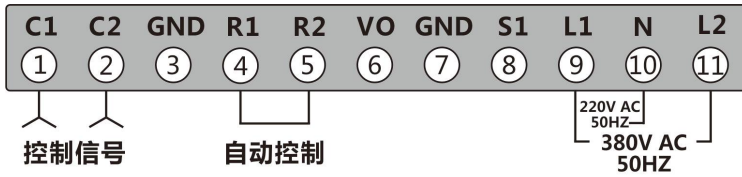
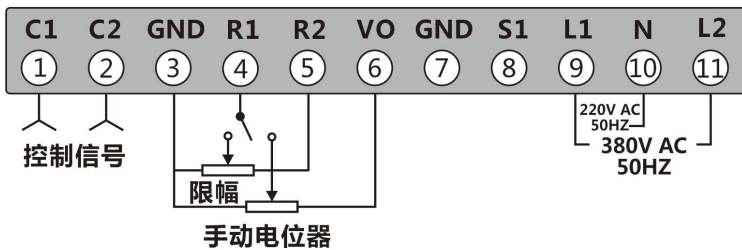

图 1: 不带限幅功能的自动控制接线图
图 5: 带限幅功能的自动控制与手动控制组合接线图
6.1. 使用不同功能的接线图如图 1— 图 5:
- 9.2.4. 调功与调压方式的转换参考图 5; 两种调功方式的转换参考图 12 中 J1 跳线的设置。